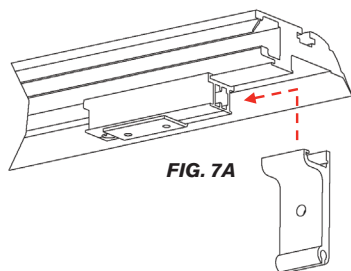

FIG. 7A
- Fixer les rails à la caisse au moyen de deux brides par rail. Glisser à bloc la bride sur la coulisse, contre le support de calage (Fig. 7A et 7B). Poser ensuite les bras de pivot arrière (Fig. 7C et 7D ci-dessous).